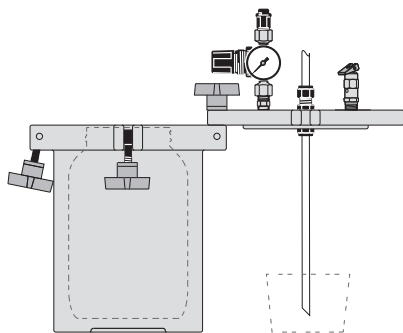

Figure 2.
3. Vérifier que la pression indiquée par le manomètre est bien zéro. Si le manomètre indique zéro, desserrer doucement les serre-joints du couvercle et enlever le couvercle comme indiqué sur la Figure 2.
3. Oter le couvercle du réservoir et revisser momentanément l'un des serre-joints (Figure 2). Lors du remplissage du réservoir, utiliser un récipient pour recueillir le fluide qui pourrait goutter du tuyau d'alimentation.